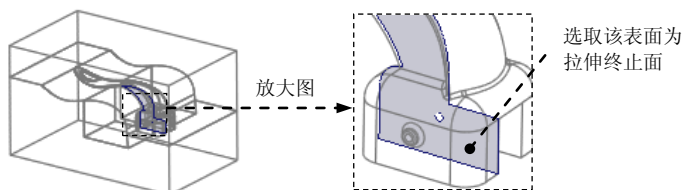

图 6.23 定义拉伸终止面
(4) 设置深度选项。
- ① 在操控板中选取深度类型 (到选定的)。
- ② 将模型调整到合适位置，选取图 6.23 所示的模型表面为拉伸终止面。
- ③ 在“拉伸”操控板中单击 按钮，完成特征的创建。